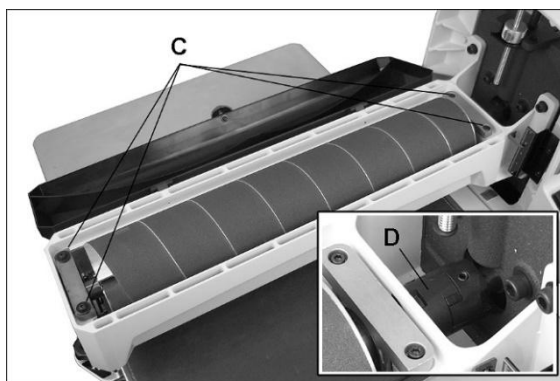

Abb. 10-2: Ausbau der Trommel
Die Trommel muss unter normalen Umständen nicht aus der Maschine ausgebaut werden. Sollte dennoch einmal eine Wartung erforderlich werden, ist die Trommel für einfachen Aus- und Wiedereinbau konstruiert. Die vier Innensechskantschrauben entfernen (C, Abb. 10-2). Die Trommel samt Kupplung (D) vorsichtig herausheben.